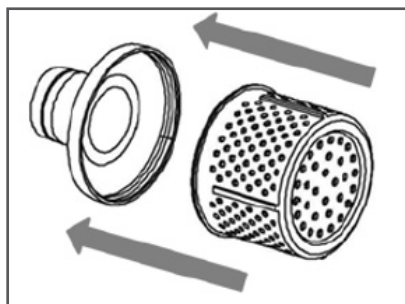

Рис. 8 Сборка всасывающего фильтра
1. Соедините верхнюю и нижнюю часть всасывающего фильтра (Рис. 8).